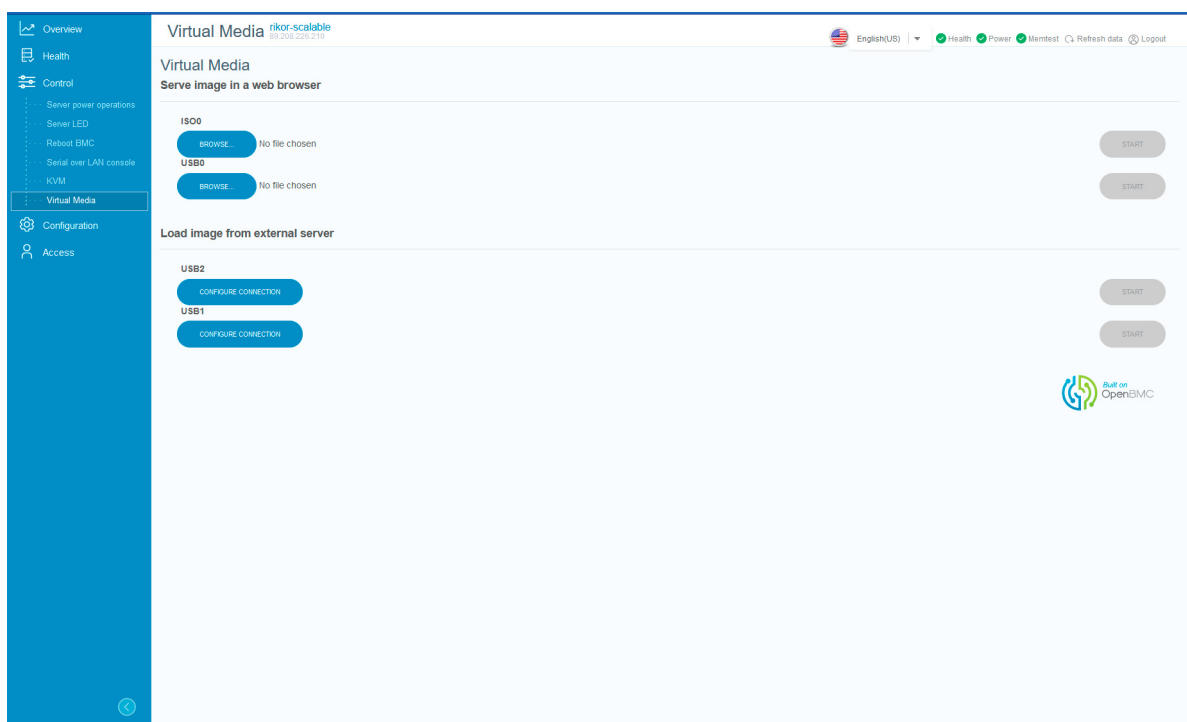

Рис. 80. Окно «Virtual Media»
- 7) Пройдите во вкладку «Control» → «Virtual Media» в данной вкладке осуществляется виртуальное подключение периферийных устройств. Окно показано на рис. 80 Окно «Virtual Media»